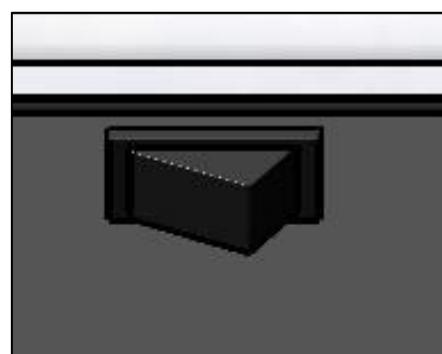

Fig. 5.5: Interrupteur de production,
5.2.7 Remonter la plaque frontale en veillant à ce que l'interrupteur de production (voir Fig. 5.5) appuyer à droite.